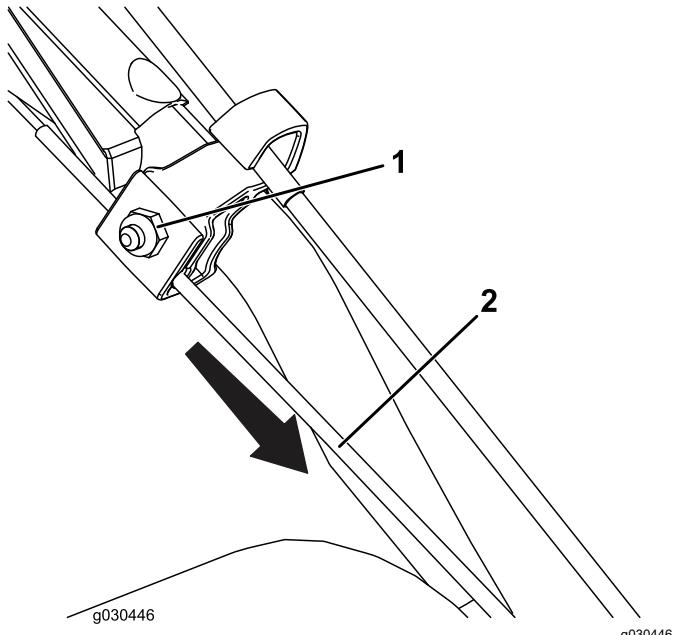

Figure 22
2. Tirez le câble vers le bas pour le tendre presque complètement (Figure 22).
3. Serrez l'écrou (Figure 22).
1. Desserrez l'écrou sur le collier supérieur du câble, mais ne le retirez pas (Figure 22).